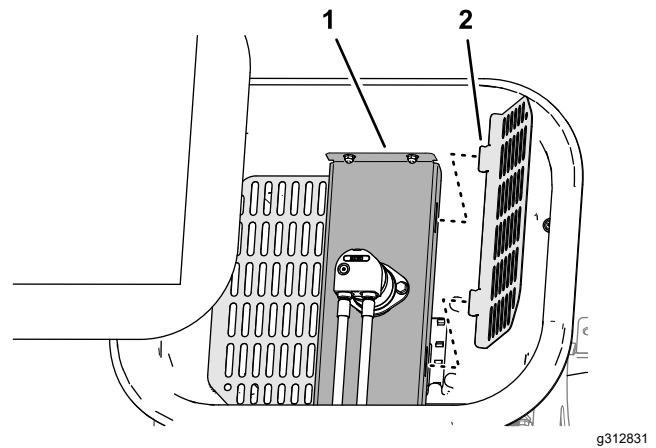

Figura 50
5. Gire las 2 rejillas de la tolva y retírelas de la bandeja de la tolva (Figura 50).